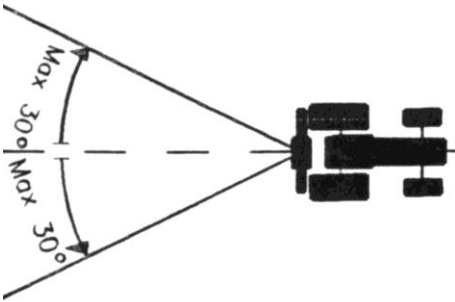

Bild 3
26. Beim Ziehen beachten Sie den maximal erlaubten Winkel von 30 Grad (Bild 3).